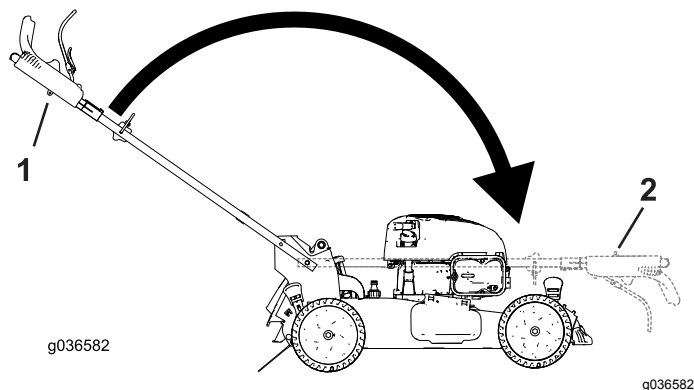

Figure 25
2. Repliez le guidon en le faisant pivoter en avant (Figure 25).